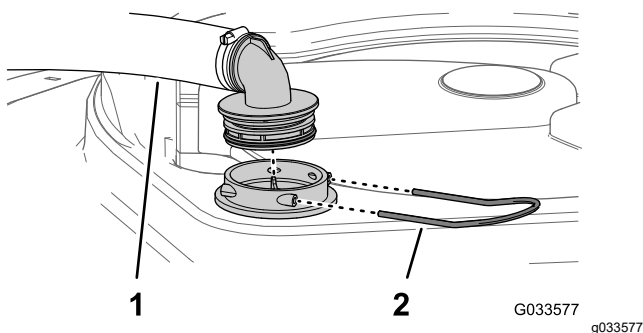

Figura 49
2. La partea de sus a rezervorului de pulverizare, îndepărtați opritorul care fixează racordul de furtun atașat la furtunul mare de la carcasa filtrului (Figura 49).
3. Îndepărtați furtunul i racordul pentru furtun de la carcasa filtrului (Figura 49).